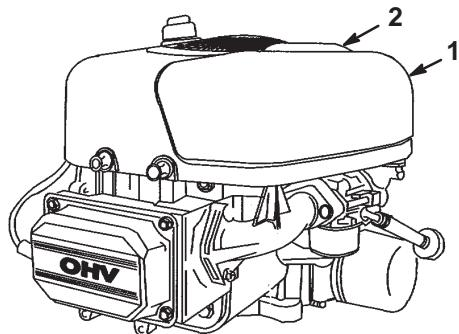

Figure 21
- Tirez la poignée du couvercle du filtre à air et tournez-la vers le moteur (Fig. 21).